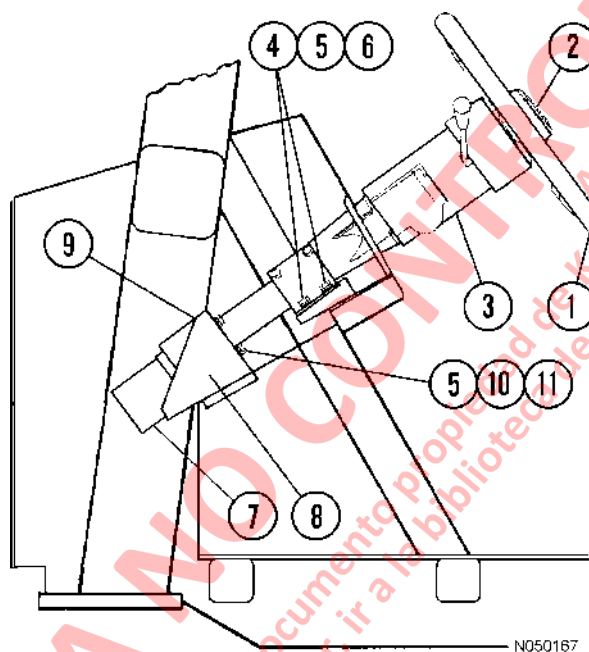

FIGURA 5-1. UNIDAD DE CONTROL DE DIRECCIÓN
4. Saque los cuatro pernos de montaje (10, Figura 5-1), las arandelas planas y las arandelas de seguridad. Retire la unidad de control de dirección (7).
2. Ponga la unidad de control de la dirección en posición y alinee con las ranuras del eje de la columna de la dirección. Asegure la unidad de control de la dirección en su lugar usando cuatro pernos de montaje (10, Figura 5-1), arandelas planas y arandelas de seguridad.